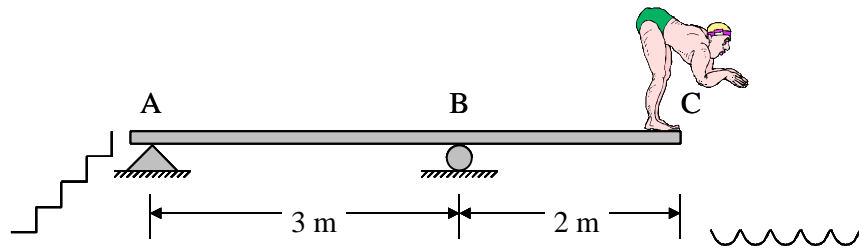

Fig. 2
2. A diving board ABC (Fig.2) has uniformly distributed mass $m = 32 \text{ kg/m}$ and the flexural rigidity $EI = 65 \text{ kN} \cdot \text{m}^2$ (25 points).
- Un plongeur ABC (Fig.2) a une masse distribuée uniformément de $m = 32 \text{ kg/m}$ et une rigidité de flexion $EI = 65 \text{ kN}\cdot\text{m}^2$ (25 points).